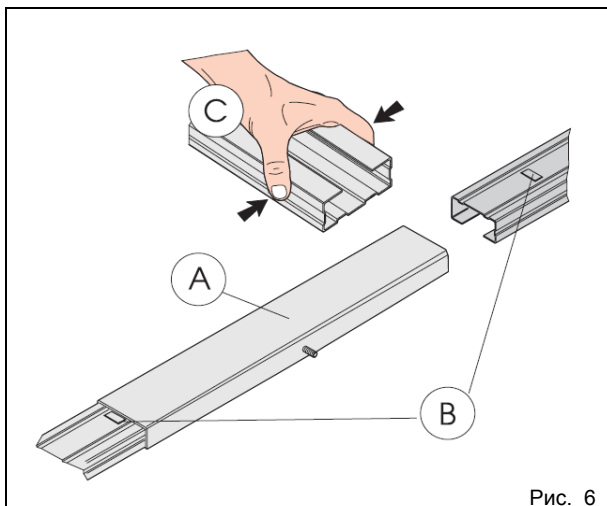

Рис. 6
- 1) Соедините две части направляющего профиля, используя центральный элемент (рис. 6, поз. А). Обе части профиля должны быть вставлены до упора (рис. 6, поз. В). Для облегчения этой операции рекомендуется при сборке сжимать профиль, как показано на рис. 6, поз. С. Не следует использовать при сборке инструменты, так как это может привести к деформации профиля или соединительного элемента.